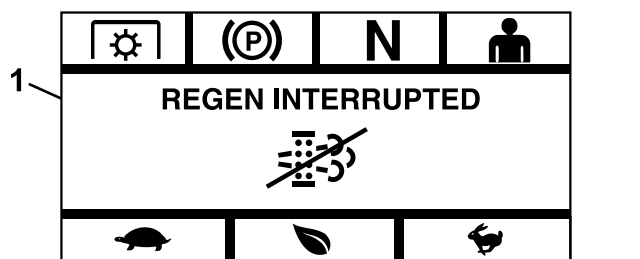

Figure 18
- **Interrompu** – si vous interrompez le processus, le module affiche l'écran Regen Interrupted (régén. interrompue) (Figure 18).